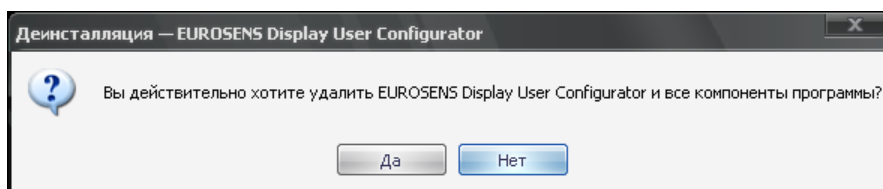

Рис.17
2) согласиться в следующем окне с удалением программы (рис.17):